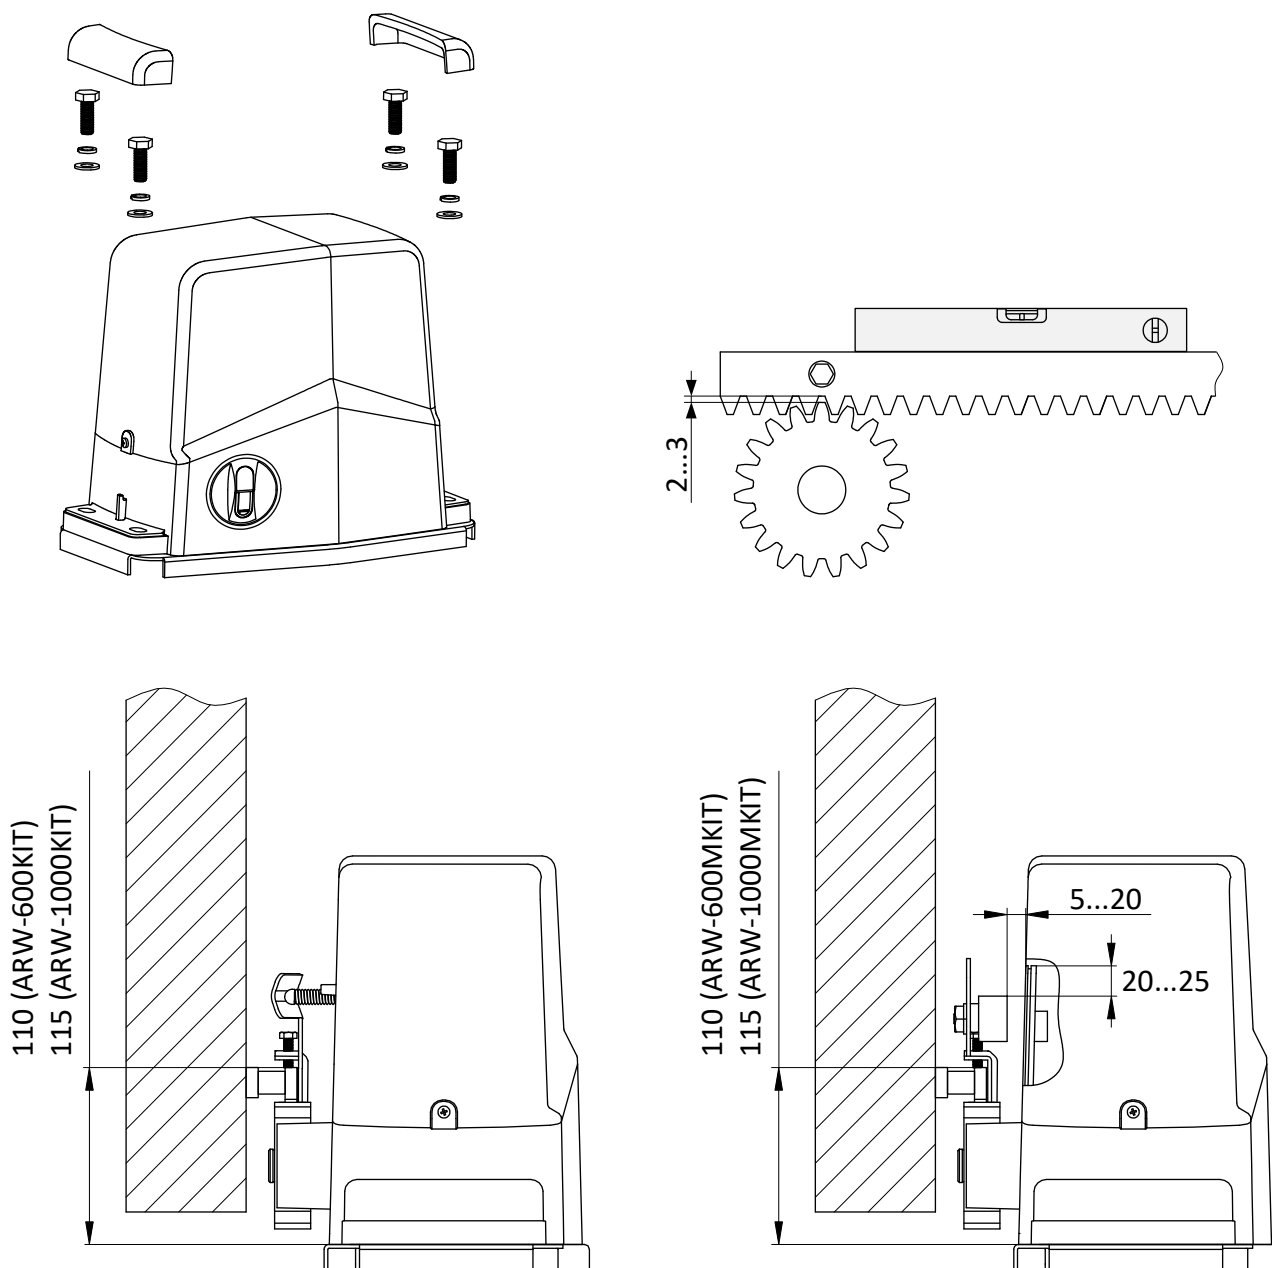

Рисунок 5. Установка привода
Для установки привода (Рисунок 5) выполните следующее:
- Поместите первую секцию зубчатой рейки горизонтально на шестерню привода, прижав крепления (втулки) к поверхности створки ворот. Выдерживайте зазор между зубчатой рейкой и шестерней 2...3мм (Рисунок 5) для предотвращения воздействия веса створки на привод. Наметьте точки крепления зубчатой рейки на створке ворот.